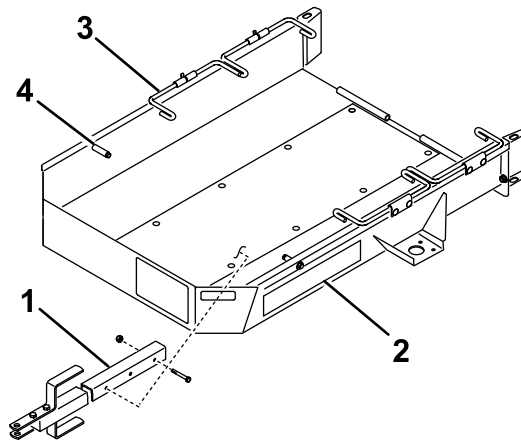

图1
1. 使用 2 个螺栓 (3/8 x 2-3/4 英寸) 和 2 个锁紧螺母，将牵引杆总成安装到拖车底板下方的安装支架上 (图1)。
- 将油门移至最低位置，**缓慢地**将机器开到拖车上，直至行走轮接触到拖车止动装置 (图1)。
- 将第一组车轮杆向下旋转到行走轮的后面 (图1)。